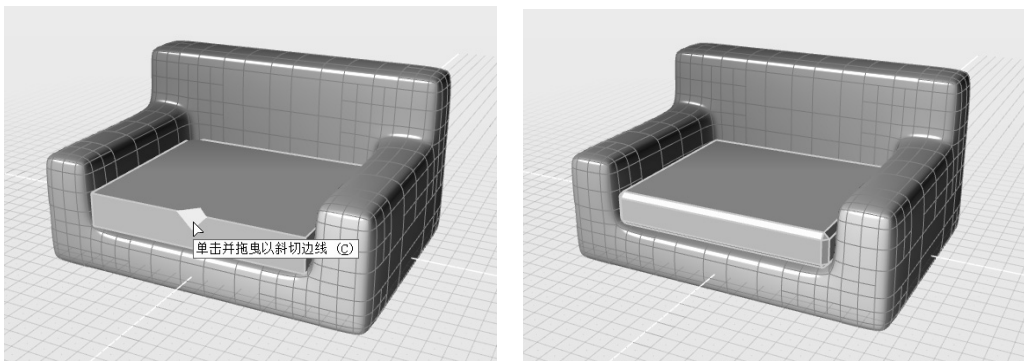

图 7-19 将所有边线同时斜切(左)以获得结果(右)
3) 按快捷键〈S〉切换至编辑边线模式, 框选所有边。将鼠标光标悬停在任意一个边的中间位置, 当出现提示“单击并拖曳以斜切边线”时, 按照该提示操作, 拖曳所有边线。注意, 斜切倒角不要过大, 获得类似结果如图 7-19 所示。